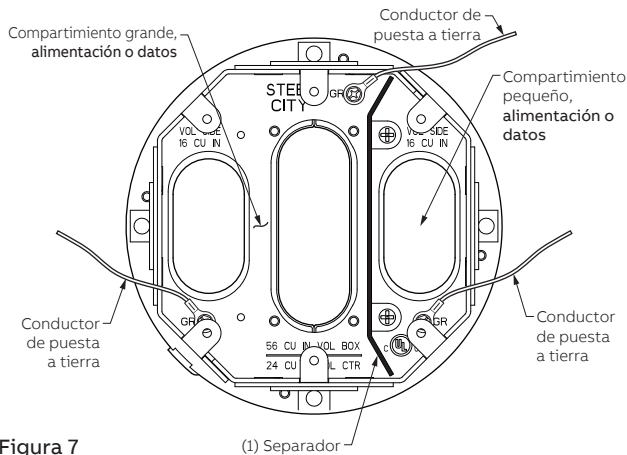
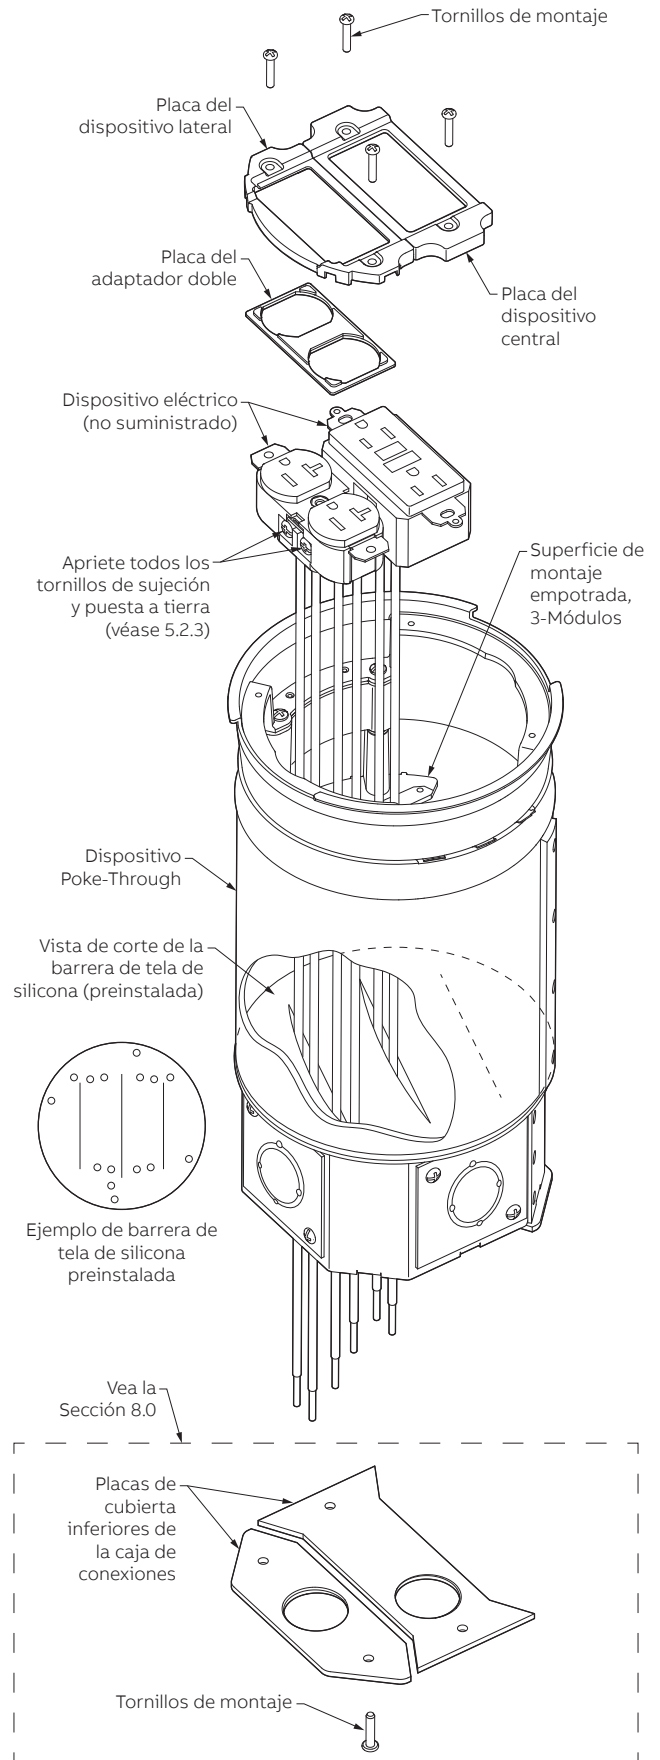

Figura 7
Figura 13
Los dispositivos eléctricos se pueden instalar ANTES o DESPUÉS de insertar el dispositivo Poke-Through en el orificio. La Figura 13 muestra cómo instalar los dispositivos eléctricos ANTES de insertar el Poke-Through en el orificio. Por ejemplo, la Figura 13 muestra dispositivos eléctricos utilizando (2) módulos. (Consulte la Figura 7: Configuración de la caja de conexiones.) El cable eléctrico THHN y los dispositivos eléctricos no se suministran con el dispositivo Poke-Through.
- 5.2.3 Conecte un cable ENERGIZADO, NEUTRO y TIERRA a cada dispositivo eléctrico. Confirme que todos los tornillos usados y no usados (para sujeción y puesta a tierra) estén apretados contra el cuerpo del dispositivo eléctrico (consulte la Figura 13).
- 5.2.4 Localice el módulo (compartimiento) que corresponde a la configuración de la caja de conexiones (vea la Sección 4.0) y alimente los dispositivos y cables hacia abajo a través de la parte superior del dispositivo Poke-Through, a través de la barrera de tela de silicona y dentro de la caja de conexiones. (Vea la Figura 13).